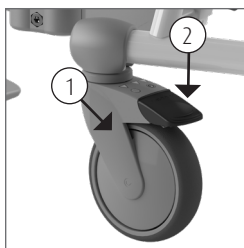

Figura 2. Rueda direccional con freno.
Para bloquear la dirección de la rueda, presione hacia abajo la pestaña negra (1) (*Ver figura 2*). Cuando la pestaña negra se baja hasta la posición 2, la rueda queda bloqueada. Para desbloquear nuevamente la dirección, la misma pestaña de la rueda debe levantarse golpeando la parte superior de la pestaña negra (2) (*Ver figura 2*).